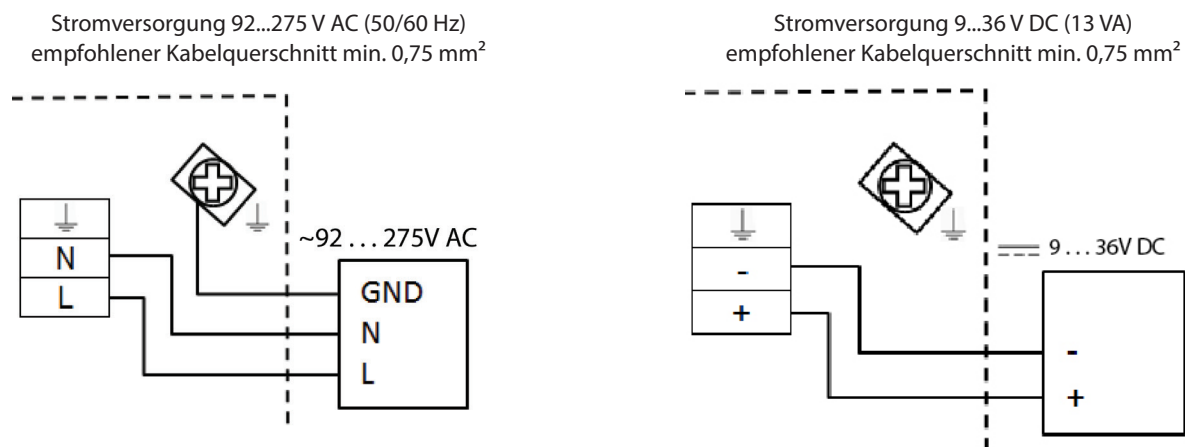

Abbildung 25: Anschluss für Hilfsenergie
3. Wie in Abbildung 25 gezeigt anschließen.